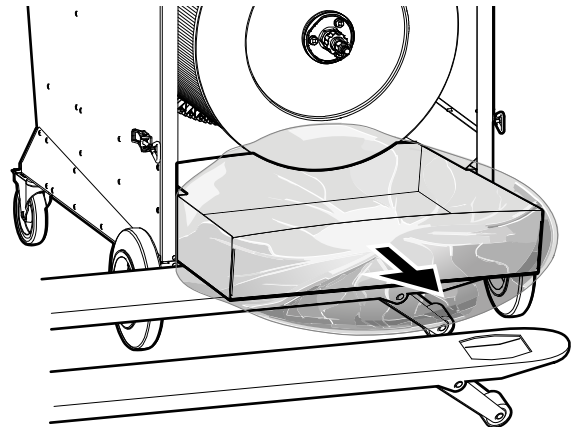

Fig. 34
4. Den Staubsammelbehälter Stück für Stück herausziehen und den Staubbeutel CMF PCW3 darüberziehen, siehe **Fig. 34**.